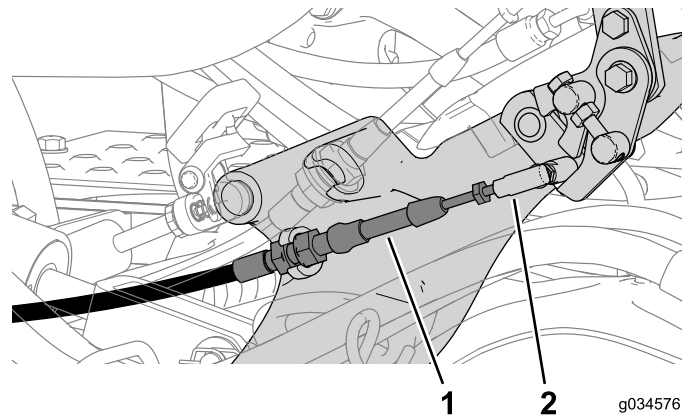

Figure 24
- Reliez le câble de verrouillage du point mort au dispositif de débrayage sur la pédale (Figure 24).